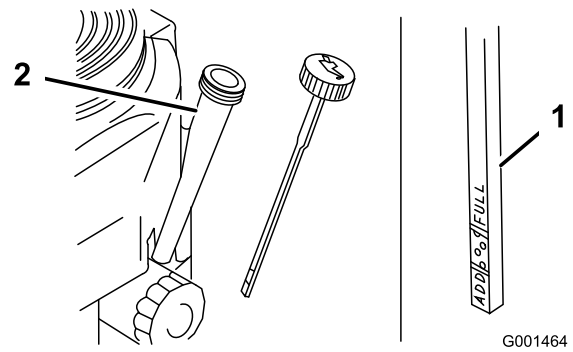

Figura 27
4. Limpie alrededor de la varilla de aceite (Figura 27) para impedir que caiga suciedad por el orificio de llenado y cause daños en el motor.
5. Desenrosque la varilla de aceite y limpie el extremo (Figura 27).
6. Deslice la varilla a fondo en el tubo de llenado, pero no la enrosque en el tubo (Figura 27).
9. Vierta lentamente un 80% aproximadamente de la cantidad especificada de aceite por el tubo de llenado (Figura 27).